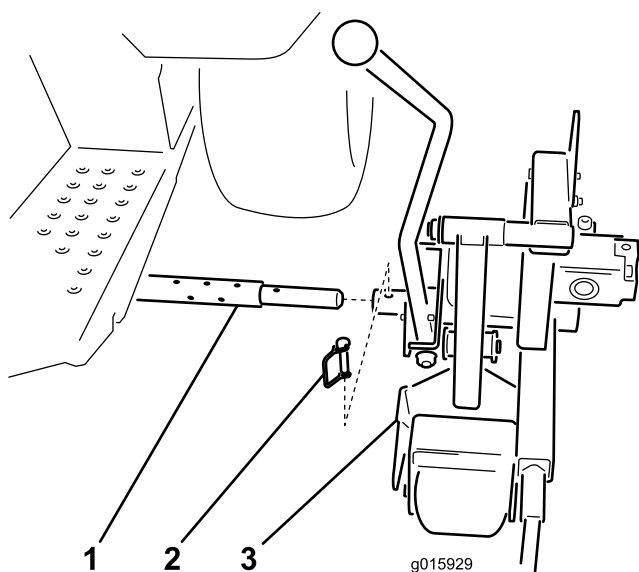

Bild 12
1. Schieben Sie die Drehstange des Schneidkopfs auf das Querrohr (Bild 12).
2. Befestigen Sie den Schneidkopf mit dem Anbauvorrichtungstift am Querrohr (Bild 12).